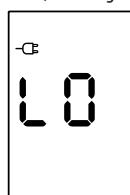

Fig.4
- quand l'appareil est allumé, après avoir enfoncé le bouton ECO pendant 5 secondes, l'afficheur montre (voir la figure 4):